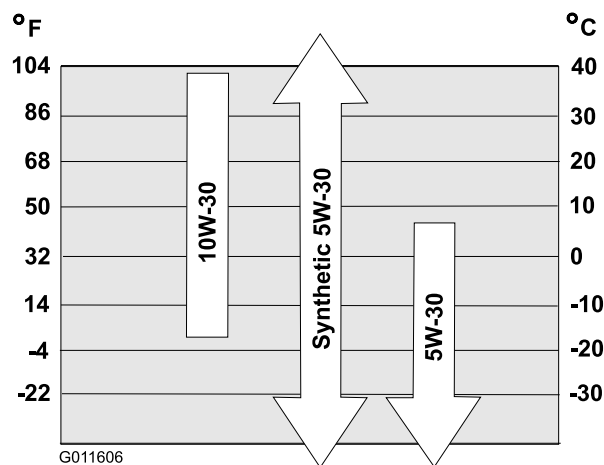

Figura 14
Consultate la Figura 14 per scegliere l'olio con la viscosità più adatta alla temperatura esterna prevista:
**Nota:** Riempite di olio la coppa fino a quando l'asta indica che il livello dell'olio motore è corretto, come illustrato in Figura 14. Se riempite eccessivamente il motore di olio, estraete l'olio in eccesso come indicato in Sostituzione dell'olio motore.